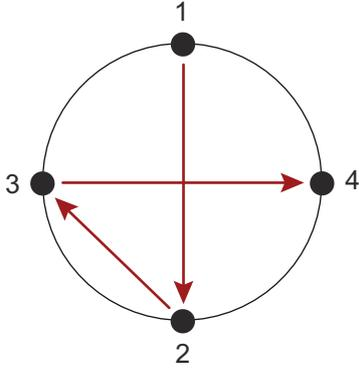

图 1
4. 如图（图 1）所示，在可能的情况下使用适当的填充物，从储罐内侧的位置 1 和 2 将焊接板点焊到储罐上。确保焊接板水平；按需要进行调整，然后将其点焊到位置 3 和 4。确保在每个点之间用压缩空气对焊接区进行了冷却。